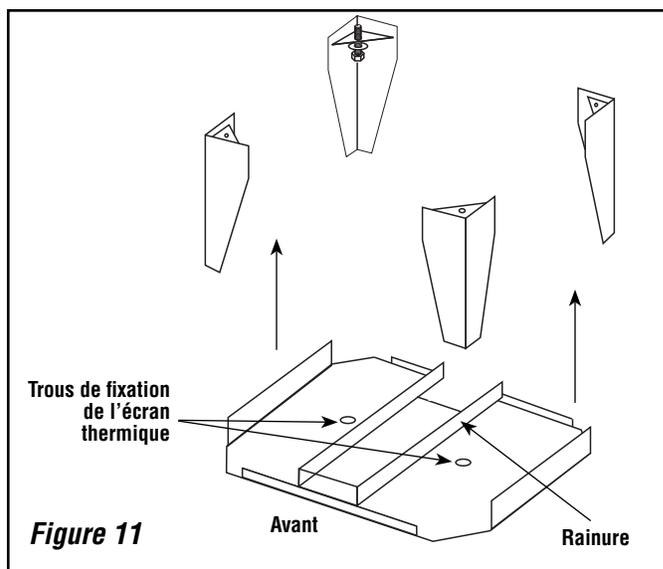

Figure 11
4. Utiliser les deux paires de boulons et rondelles fournies avec l'écran thermique pour installer l'écran comme indiqué à la **figure 11**.